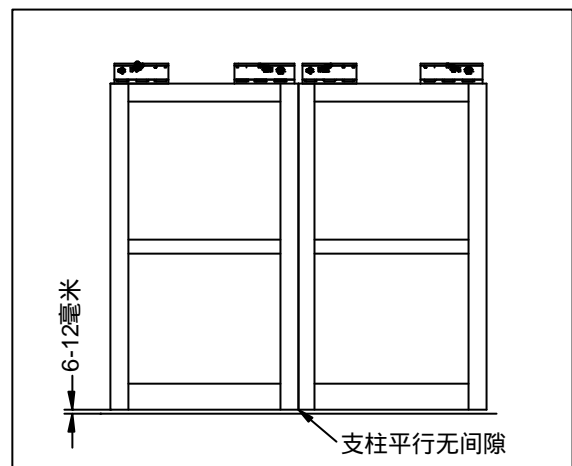

图 5
- C. 保证两扇滑动门扇与地面的间隙及相互的间隙均匀（单扇门应保证门扇侧面与门柱间隙均匀，见图 5）；